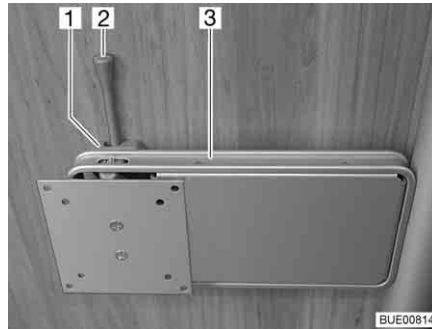

Bild 97 Fäste på pelare
- Tryck låsspaken (Bild 97,2) åt sidan och sväng fästet (Bild 97,3) med den platta bildskärmen till önskat läge.
- Vrid tillbaka den platta bildskärmen tills fästet (Bild 97,3) hakar fast i låset (Bild 97,1).